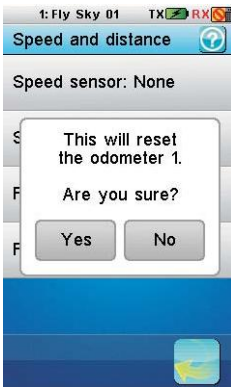

图2
**电池检测:**检测接收机电池的电压(如图2)。
点击“每圈长度”,设置模型车每圈的能走的距离(单位:毫米),点击返回即可,如图2所示。